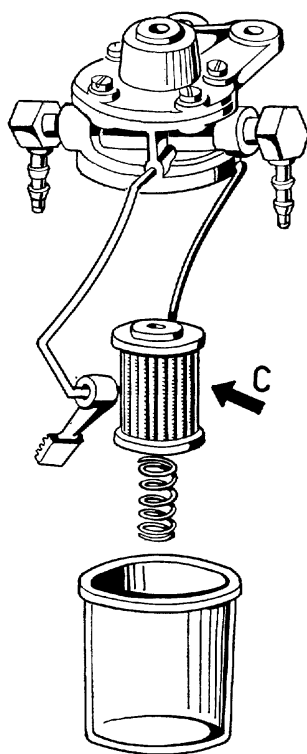

Fig. 30
- 1 **filtro benzina** nella valvola regolatrice (fig. 30) sistemato nel vano motore sul lato destro. Controllare la pressione della benzina inserendo, a valle del filtro, un manometro con un raccordo a tre vie: la pressione deve essere di circa mt. 1,5 di acqua.
Sostituire il filtro nella valvola regolatrice (**fig. 30-C**).